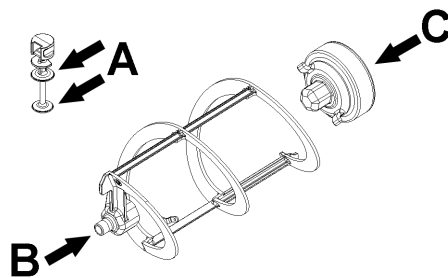
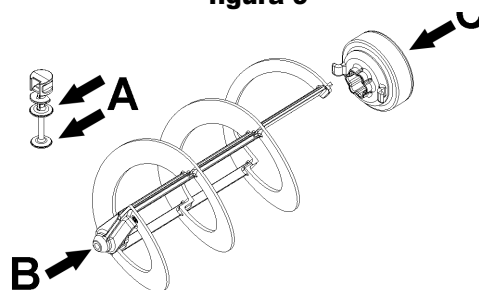

figura 9
figura 10
- 2 Lubricar el pistón del grifo de erogación, el empalme hexagonal y el mezclador en los puntos indicados en la figura 9 (NG6) o figura 10 (NG10) utilizando exclusivamente la grasa que se entrega de serie con la máquina u otra grasa para uso alimentario.
- 3 Montar de nuevo el grifo de erogación en el recipiente con secuencia inversa respecto a la de la figura 9 o figura 10.